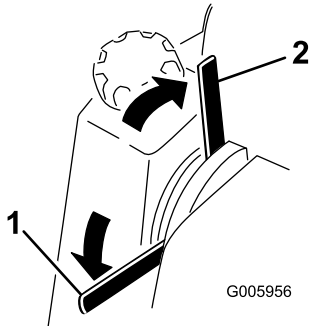

Figura 9
- Para accionar el freno de estacionamiento, gire la palanca hacia abajo (Figura 9).
- Para quitar el freno de estacionamiento, gire la palanca hacia arriba (Figura 9).